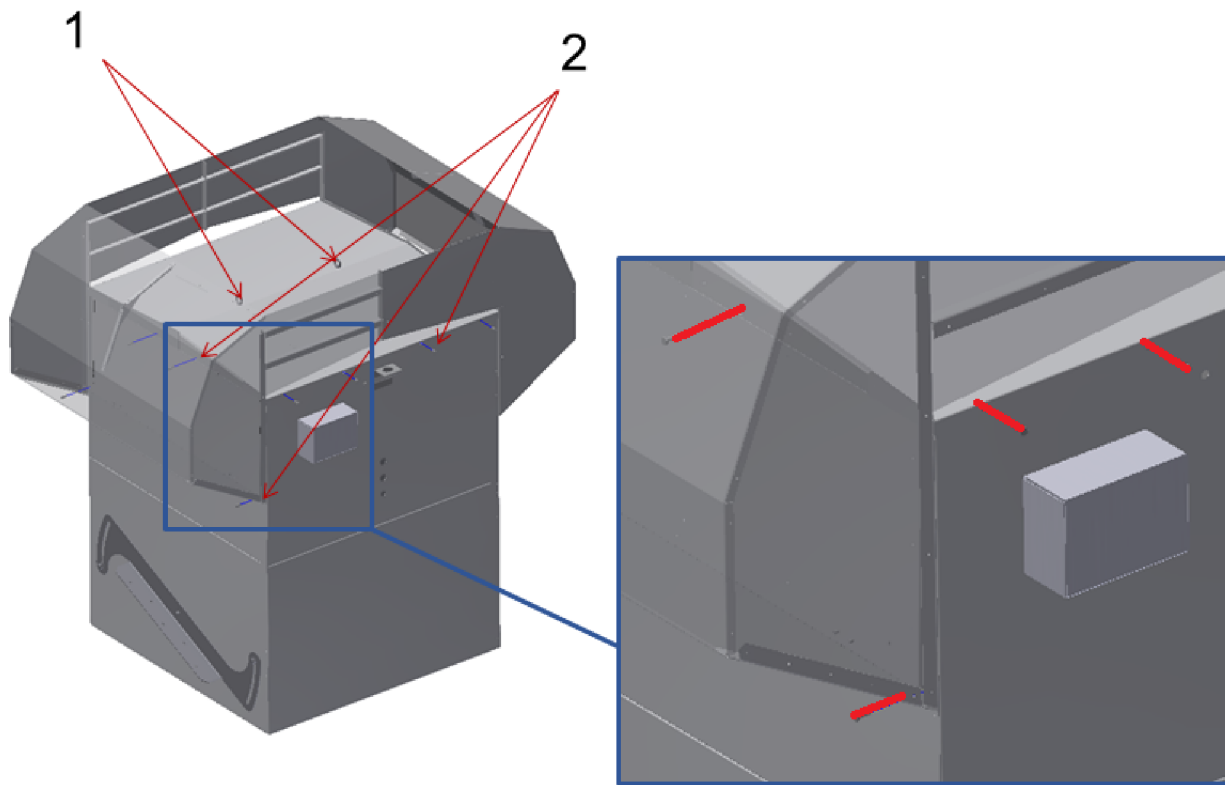

Abb. 3
Hierbei ist zu beachten, dass das Grundgehäuse getrennt von der Regenhaube zum Montageort transportiert werden muss! Abb. 3
- Schrauben ( Abb. 3 /2) entfernen und verstauen
- Regenhaube mittels geeigneter Hebevorrichtung an den dafür vorgesehenen Ringschrauben vom Grundgerät herabheben ( Abb. 3 /1).